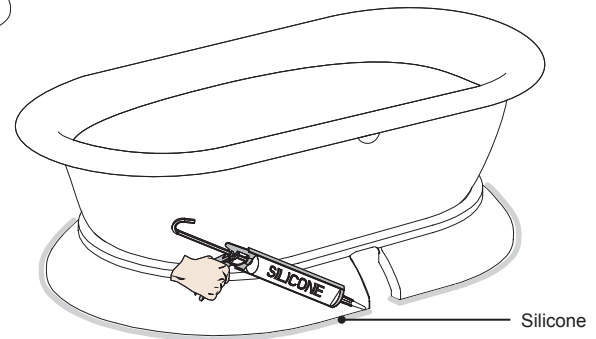

Figura 32. Colocación del pedestal
- ❺ Aplique una tira de silicona (disponible comercialmente) alrededor del borde de la base del pedestal (Figura 32). Siga fabricante recomienda el tiempo de secado antes de proceder.